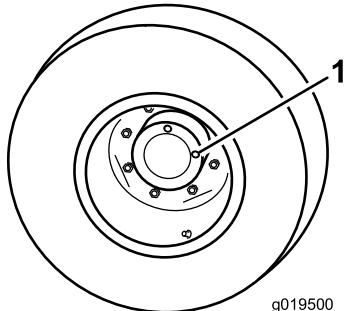

图54
- 机器在水平地面上时将车轮放置为1个检查塞在12点钟位置另一个在3点钟位置图54。
- 取出3点钟位置的检查塞(图54)。